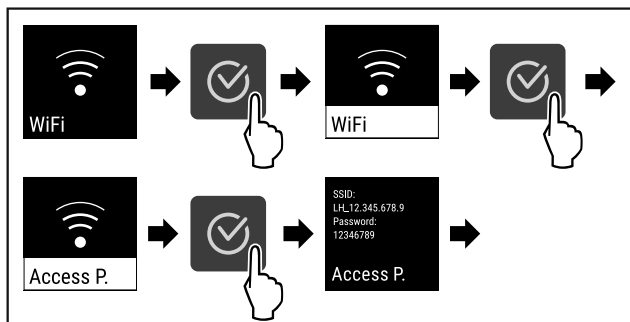

Fig. 85
- ▶ Izvedite zahtevane korake (glejte Fig. 85).